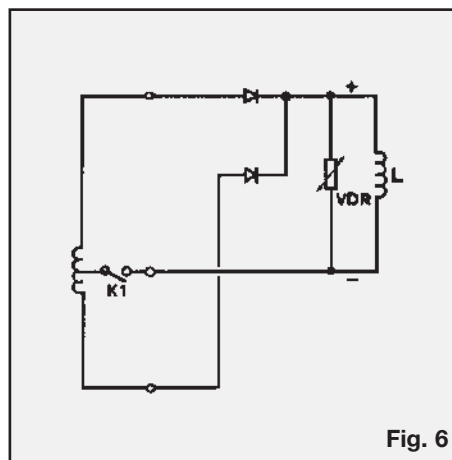

Fig. 6
**Circuito tipico di rettificatore a semionda (Fig. 6)**
**Typical Half-wave rectifier circuit (Fig.6)**